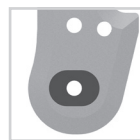

Fig. 7
- 2 Sett splittbolten inn i den øvre delen av leddet. Splittbolten må sitte helt inne i nedsenkningen (fig. 7).